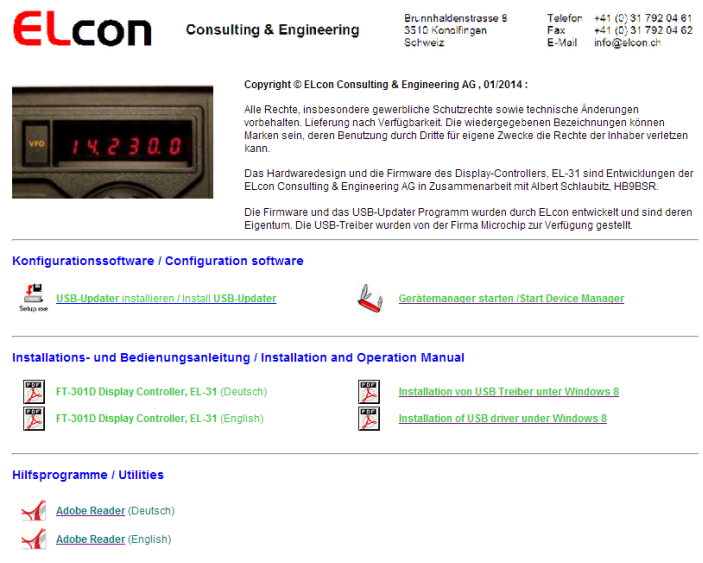

Abbildung 11
- ☐ Öffnen Sie von der CD bzw. dem USB-Stick die Datei „...\USB-Loader Setup\cd.htm“ mit einem Internet-Browser → das Fenster wie in Abbildung 11 erscheint.
**USB-Updater** installieren (siehe Abbildung 11).
Bei einigen Betriebssystemen wird die Installation von nicht signierte Treibern zum Schutz der Anwender blockiert. Besonders bei Windows 8 muss nach einer speziellen Weise vorgegangen werden. Windows 8 wird mit der Eingabe in Command-Prompt „Shutdown.exe /r /o“ direkt ins Boot-Option-Menü starten. Nähere Angaben finden auf der Webseite (siehe Abbildung 11).
- Im Geräte-Manager kann das Ergebnis unter „Custom USB Devices“ überprüft werden (siehe ⑧) → dort steht ein neuer Eintrag „ELcon USB Bootloader“ solange die Verbindung mit dem EL-31 besteht. Der Geräte-Manager kann direkt von der Webseite aus gestartet werden (siehe Abbildung 11).